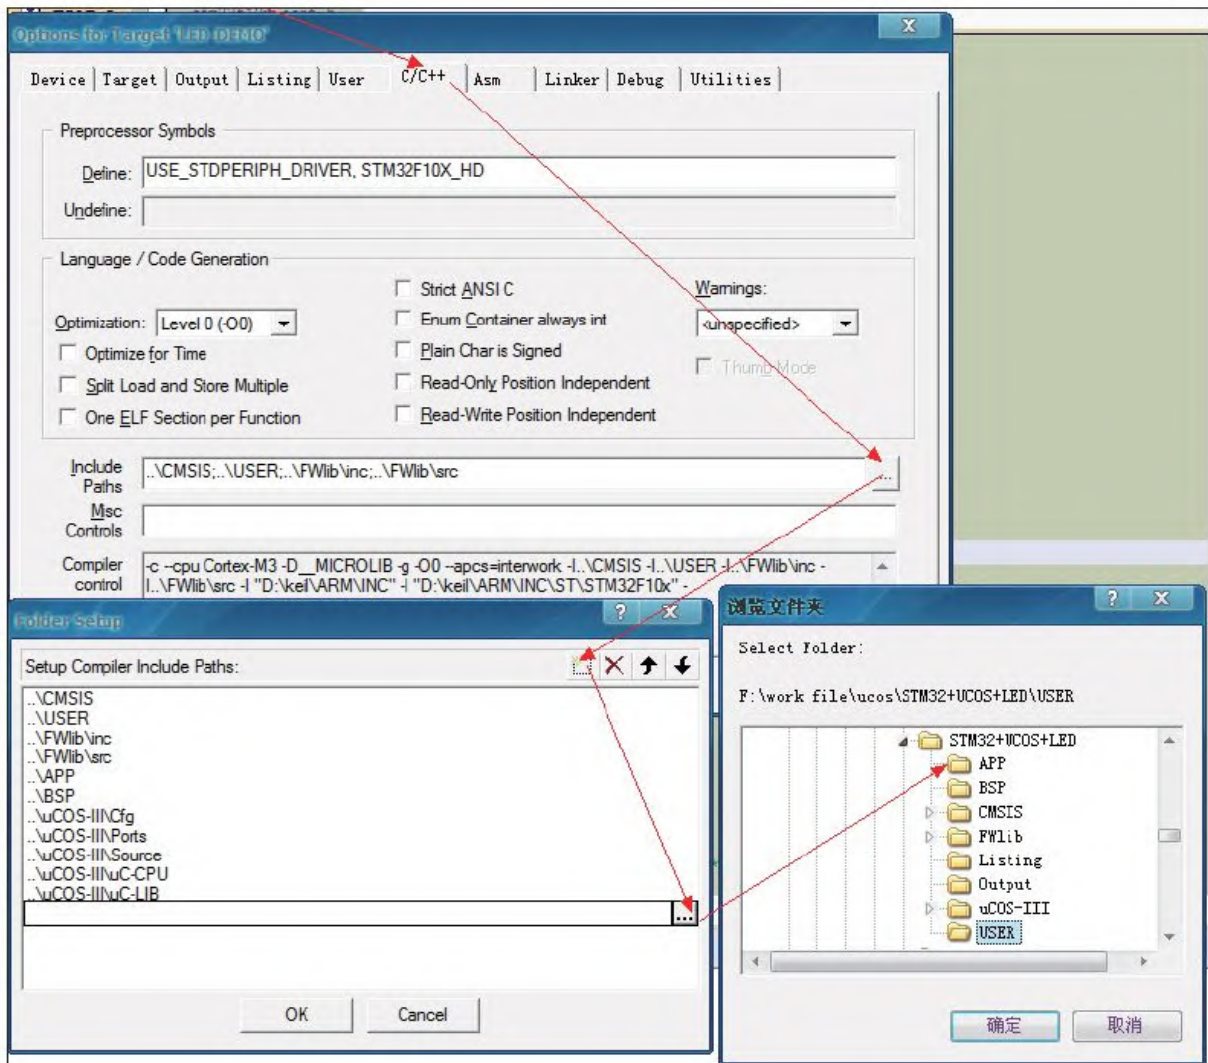

图 27-5 设置头文件路径
14) 添加头文件路径, 把各文件夹路径都添加进来, 见图27-5。